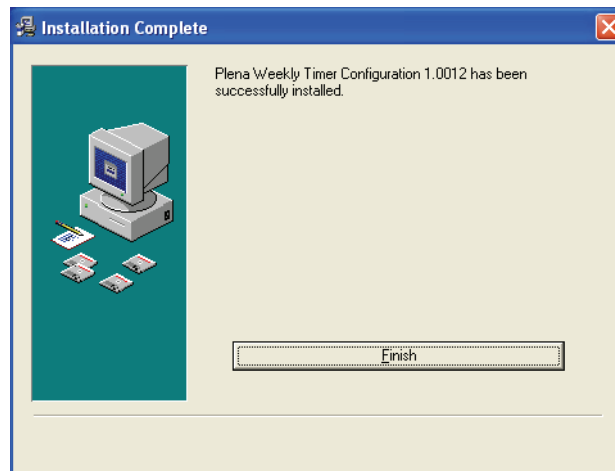

figura 8.6: Instalação concluída
- 6 Aguarde o final da instalação. Aparece uma janela semelhante à da figura 8.6.